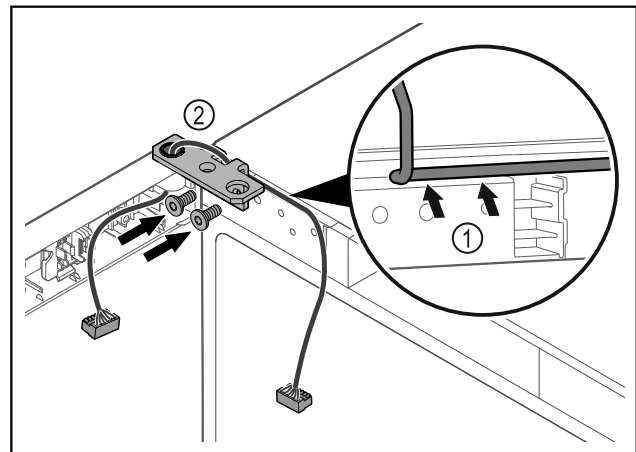

Fig. 37
- ▶ Kabel door de uitsparing van de scharnierhoek leiden en voorzichtig monteren Fig. 37 (1).
- ▶ Scharnierhoek Fig. 37 (2) vastschroeven.